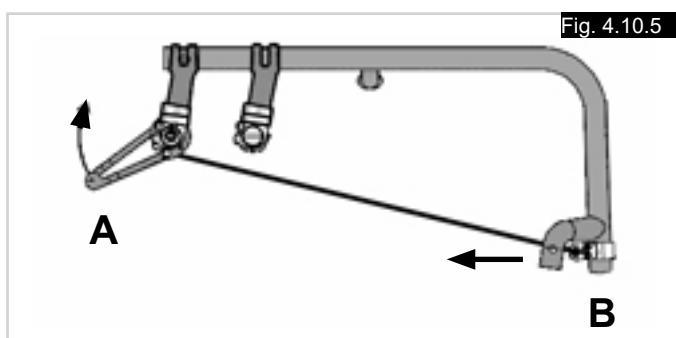

Fig. 4.10.5
- Tournez le tendeur (A) vers le haut jusqu'à ce que le récepteur et le montant avant (B) commencent à tirer vers l'arrière (Fig. 4.10.5).
- Maintenez le câble tendu à l'aide du tendeur et serrez la vis du récepteur de câble arrière (Fig. 4.10.5).